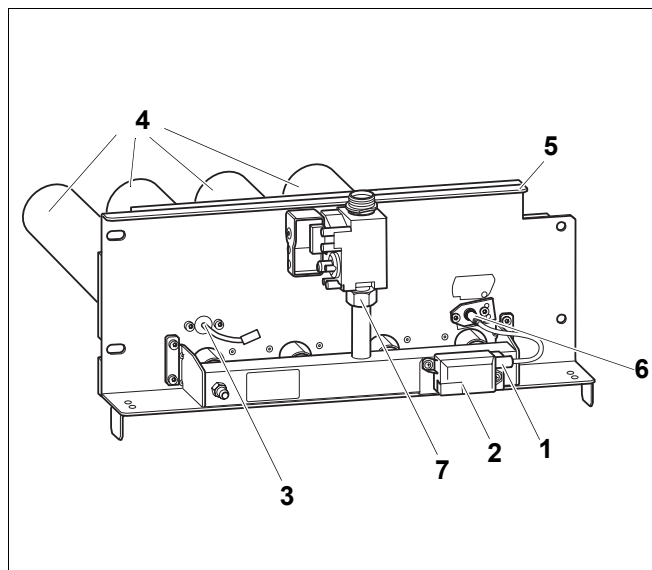

Fig. 41 Curățați arzătorul
- Îndepărtați racordul de tip stecher la cablului de aprindere (Fig. 41, **Poz. 1**) de pe transformatorul de aprindere (Fig. 41, **Poz. 2**).
- Îndepărtați cele 2 șuruburi de pe electrodul de supraveghere (Fig. 41, **Poz. 3**) și scoateți cu grijă electrodul de supraveghere.
- Îndepărtați cele 2 șuruburi de pe electrodul de aprindere (Fig. 41, **Poz. 6**) și scoateți cu grijă electrodul de aprindere.
- Îndepărtați șuruburile armaturii cu gaz (Fig. 41, **Poz. 7**) și îndepărtați armatura cu gaz.
- Adânciți tunurile de ardere (Fig. 41, **Poz. 4**) în apă cu soluție de curățare și spălați-le.
Aveți grijă ca izolația termică de pe scutul arzătorului (Fig. 41, **Poz. 5**) precum și trafal de aprindere (Fig. 41, **Poz. 2**) să nu se ude. Deșurubați eventual trafal de aprindere.